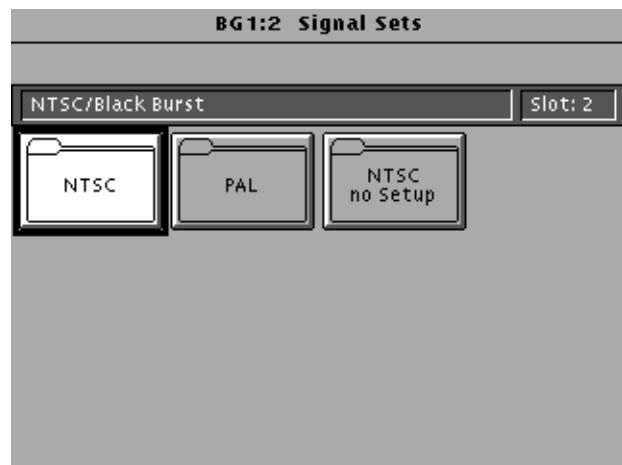

図 2-3 : Signal Sets ウィンドウ
**BG1** ソフト・キーまたは前面パネルの **Signal Sets** キーを押します。BG1 型にインストールされている信号セット(Signal Sets)が表示されます。図 2-3 に、Signal Sets ウィンドウを示します。